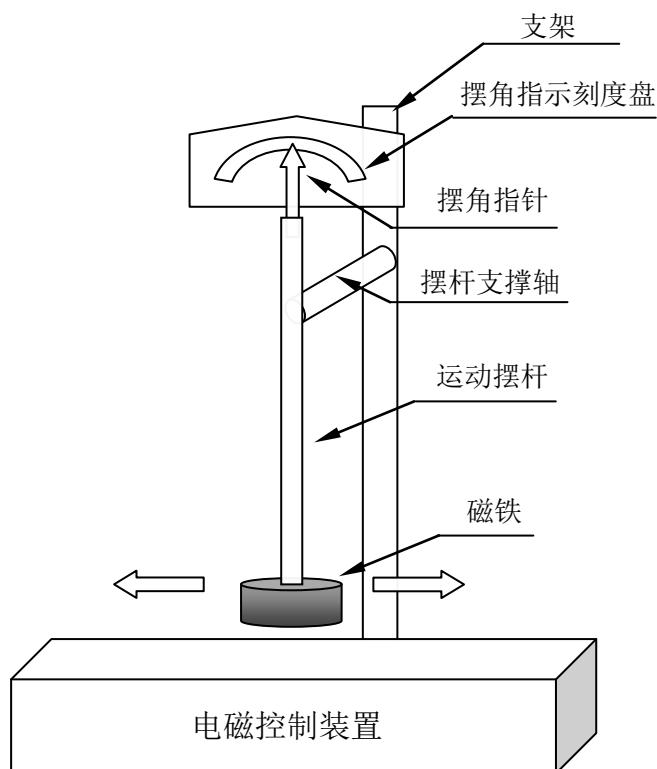
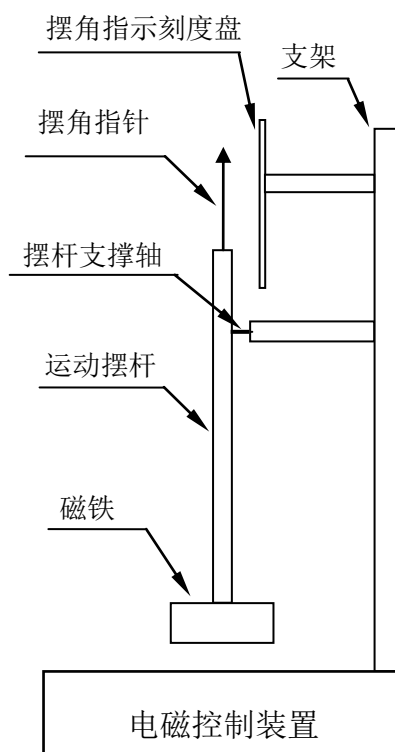

图 1 电磁控制运动装置示意图
图 2 电磁控制运动装置侧面示意图
设计并制作一套电磁控制运动装置，该装置由电磁控制装置、摆杆等部分构成。装置外形尺寸要求不能大于：长 300mm、宽 300mm、高 300 mm，摆杆支撑轴中心点到摆杆底端的长度规定在 100mm~150mm 范围内；装置结构示意图如图 1 和图 2 所示。
- (1) 图 1 和图 2 只作为设计参考，参赛队可以自行设计电磁控制运动装置结构；
- (2) 摆杆和摆杆支撑轴上不能安装任何驱动装置，但可以安装角度传感器；
- (3) 摆杆运动控制、检测装置的安装方式与控制方法由参赛队自行确定；
- (4) 磁铁在摆杆上的安装位置不做限制，在测试过程中不允许做任何改动和调整；
- (5) 摆角指示刻度盘绘制以 1° 为最小单位，可以自制或采用成品量角器，摆角测量值以摆杆上指针与指示刻度盘相对应的读数为基准。
- (6) 摆杆自然下垂的点定义为摆杆的静止点。
- (7) 响应时间在本题目中定义为：摆杆由初始静止状态到达稳定状态（4 个周期摆幅基本相同）的时间。响应时间包括 4 个稳定周期摆动的时间。